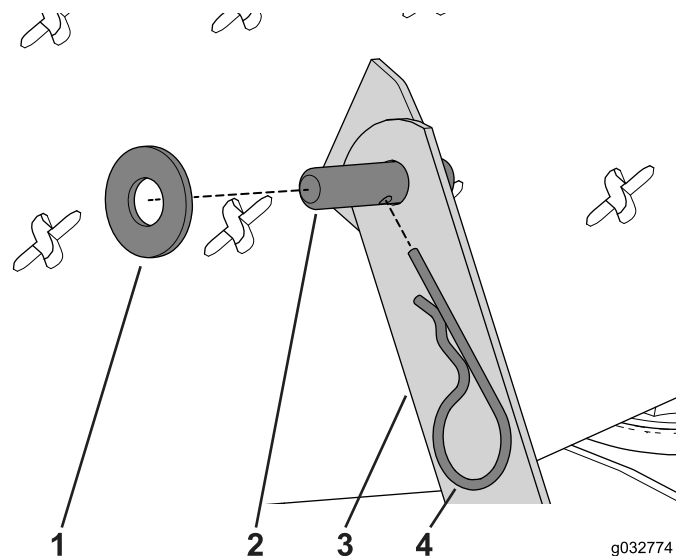

Bild 127
2. Befestigen Sie den Hubarm mit der Scheibe und dem Splint an der Bedienerplatte (Bild 127).